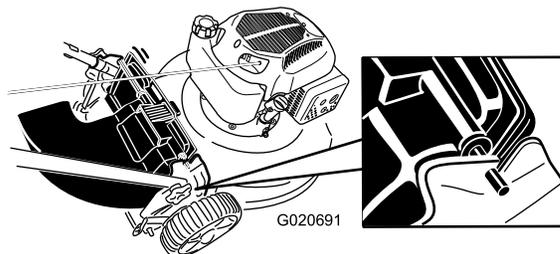

Figura 22
4. Inserite i perni del deflettore di scarico posteriore nelle tacche presenti sulla macchina (Figura 22).